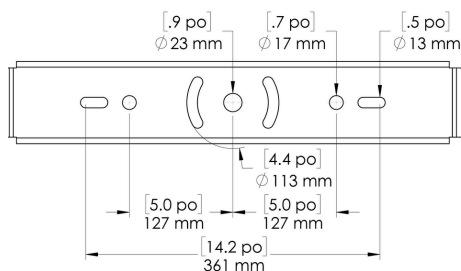

Fig. 1
1. Percer les trous sur la surface sur laquelle est installé le luminaire (voir les dimensions à la figure 1). Seuls deux points d'ancrage sont nécessaires.